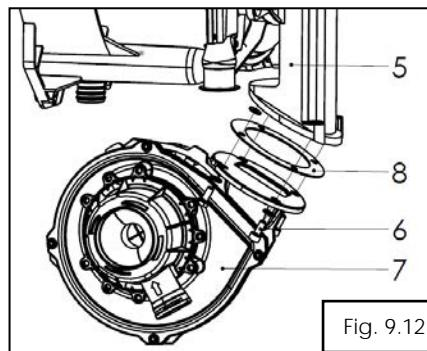
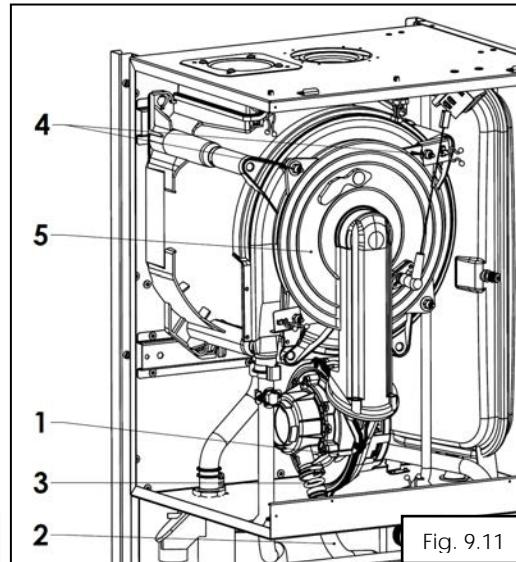

Fig. 9.12
Fig. 9.11
Inlocuirea ventilatorului (fig. 9.11 si fig.9.12) presupune urmatoarele operatii:
- se verifica vizual daca ventilatorul se roteste, daca nu se inlocuieste (vezi fig. 9.12);